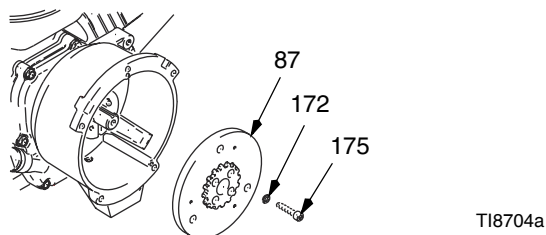

Рис. 7
9. Рис. 7. Воспользуйтесь гайковертом или клином, установленным между якорем (87) и корпусом муфты сцепления, для удерживания вала двигателя, при демонтаже.
10. Отверните четыре винта (175) с пружинными шайбами (172).
11. Снимите якорь (87).
4. Установите якорь (87) на приводной вал двигателя.
5. Рис. 7. Установите четыре винта (175) с шайбами (172), с усилием 14 Н/м.